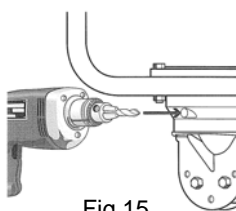

Fig. 15
10) スイベルにΦ12の穴(b)を開けてください。(Fig. 15)